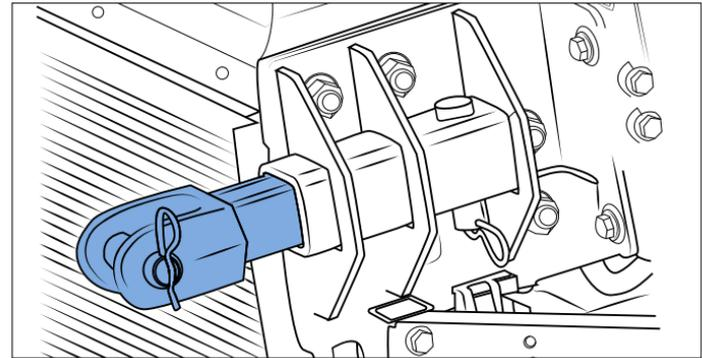

Figure 30 - Crochets sécurisés avec goupilles d'immobilisation et goupilles fendues
4. Fixez les deux crochets de remorquage à l'aide d'un goujon et d'une goupille (Figure 30).